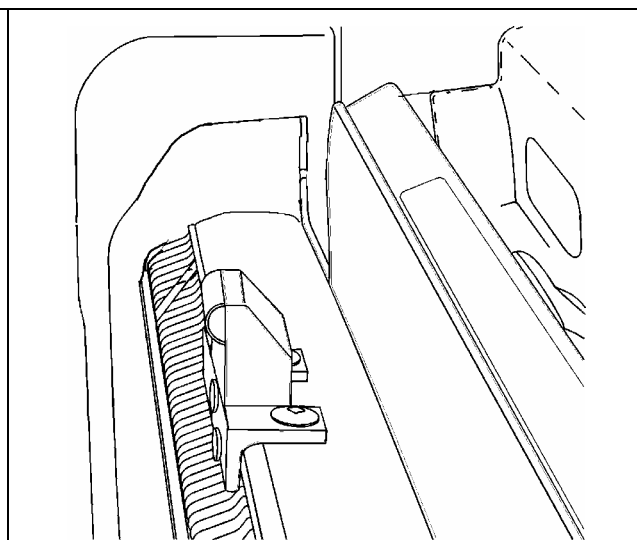

FIGURE 4 : ASPECT FINAL DU TRAVAIL
Remarque : Parmi les derniers véhicules touchés par ce rappel, certains ont été assemblés en usine avec des butées conformes aux spécifications de ce rappel. Si c'est le cas, ignorer ce rappel. Une butée conforme aux spécifications est représentée à la figure 4.
5. Tailler la butée en suivant la ligne de coupe et adoucir les arêtes vives avec une lime. Voir l'aspect final du travail à la figure 4.